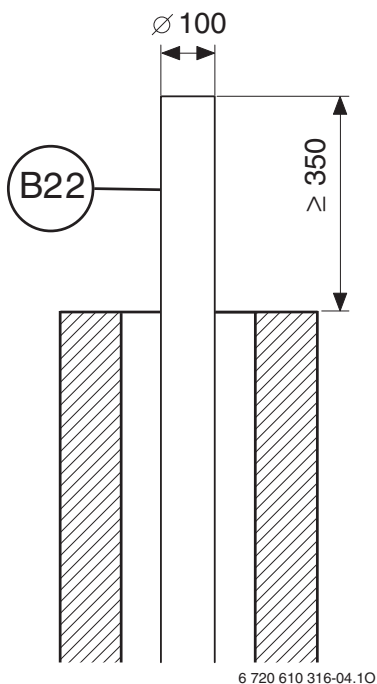

Bild 15
- Verlängerungsrohr (B22) ohne Muffe entsprechend Bild 15 überstehen lassen.